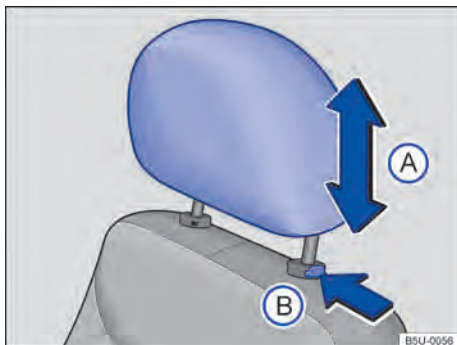

Fig. 76 Apoio para cabeça dianteiro: desinstalar.
- Pressionar o botão → Fig. 76  no sentido da seta. Retirar o apoio para cabeça com a tecla pressionada.
- Empurrar o apoio para a cabeça totalmente para baixo com o botão → Fig. 76  pressionado.